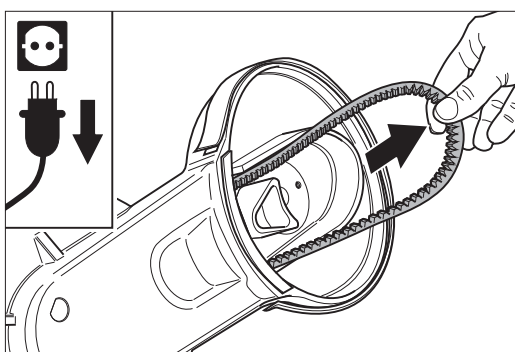

Abb. 68: Herausziehen des Keilriemens aus dem Vorsatz.
- 10 Ziehen Sie den verschlissenen Keilriemen aus dem Vorsatz heraus (Abb. 68). Reinigen Sie die beiden Riemenscheiben und den Vorsatz. Setzen Sie gegebenenfalls eine Atemschutzmaske (P3) auf.